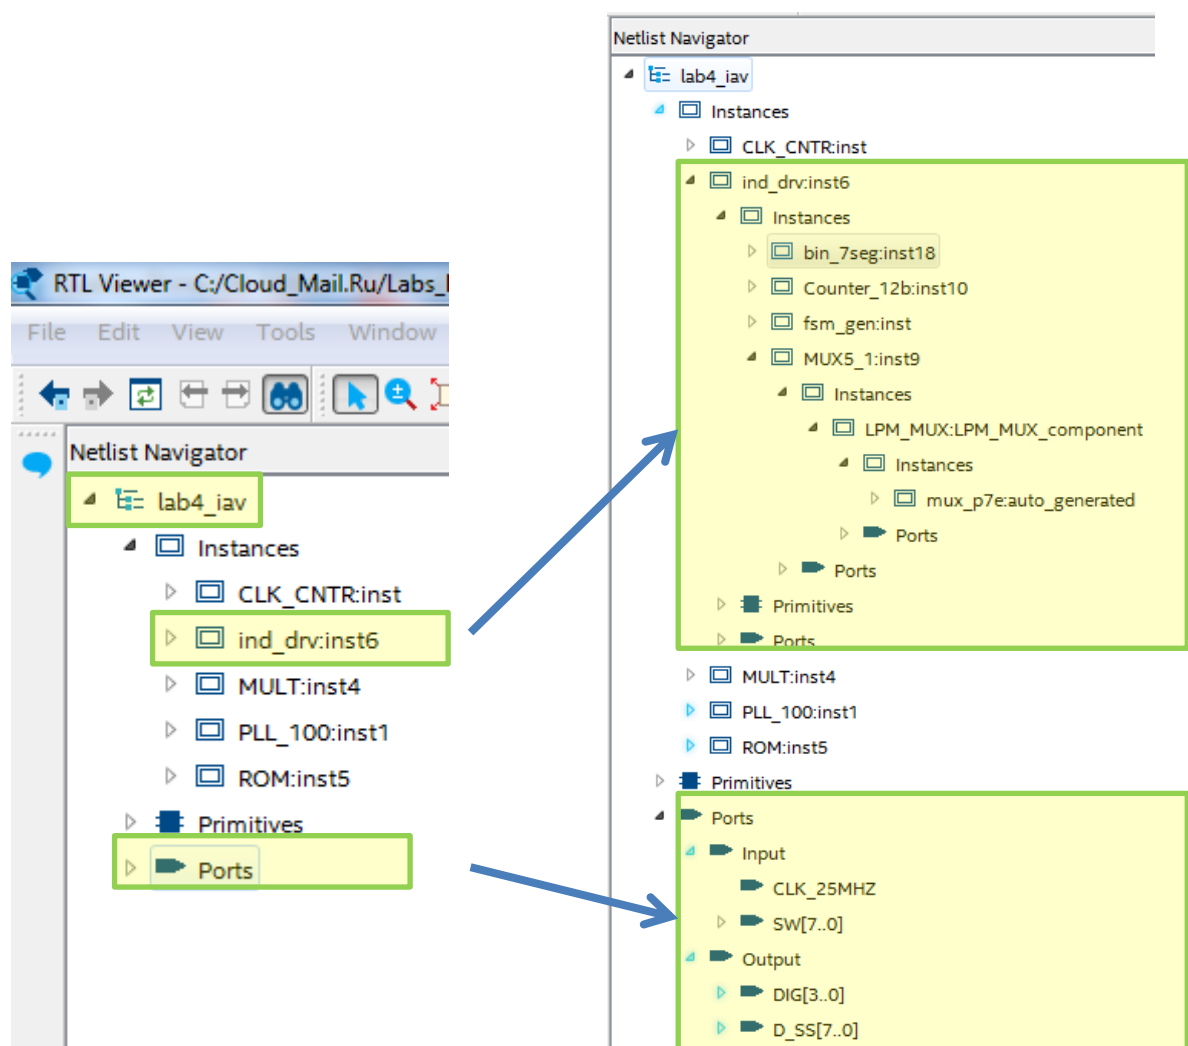

Рис. 41 Окно Netlist Navigator с отображением структуры проекта на разных уровнях (RTL viewer)
9.2. В окне **Netlist Navigator** раскройте строку с названием проекта верхнего уровня и просмотрите всю иерархию проекта (рис. 41) .